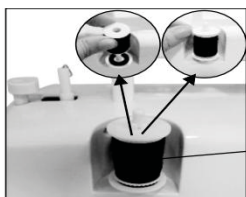

Рисунок 11
1. Поместите катушку с нитью на стержень (рис.11).